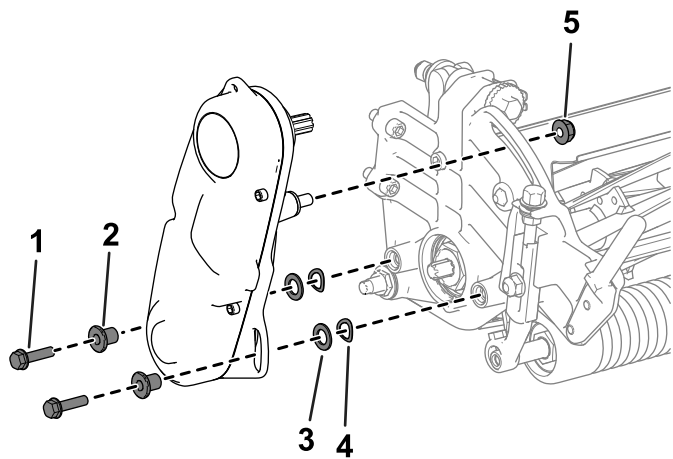

Figura 44
2. Retire las fijaciones que sujetan el conjunto de transmisión del molinete a la chapa lateral (Figura 44).
3. Retire el conjunto de transmisión del molinete, las arandelas planas, las arandelas elásticas y los espaciadores de la placa lateral (Figura 44).